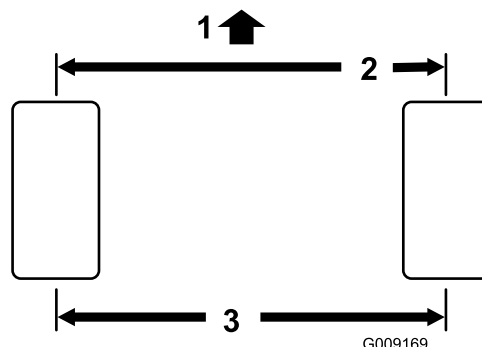

Рисунок 60
1. Измерьте межцентровое расстояние (на высоте моста) на передней и задней сторонах рулевых колес (Рисунок 60).